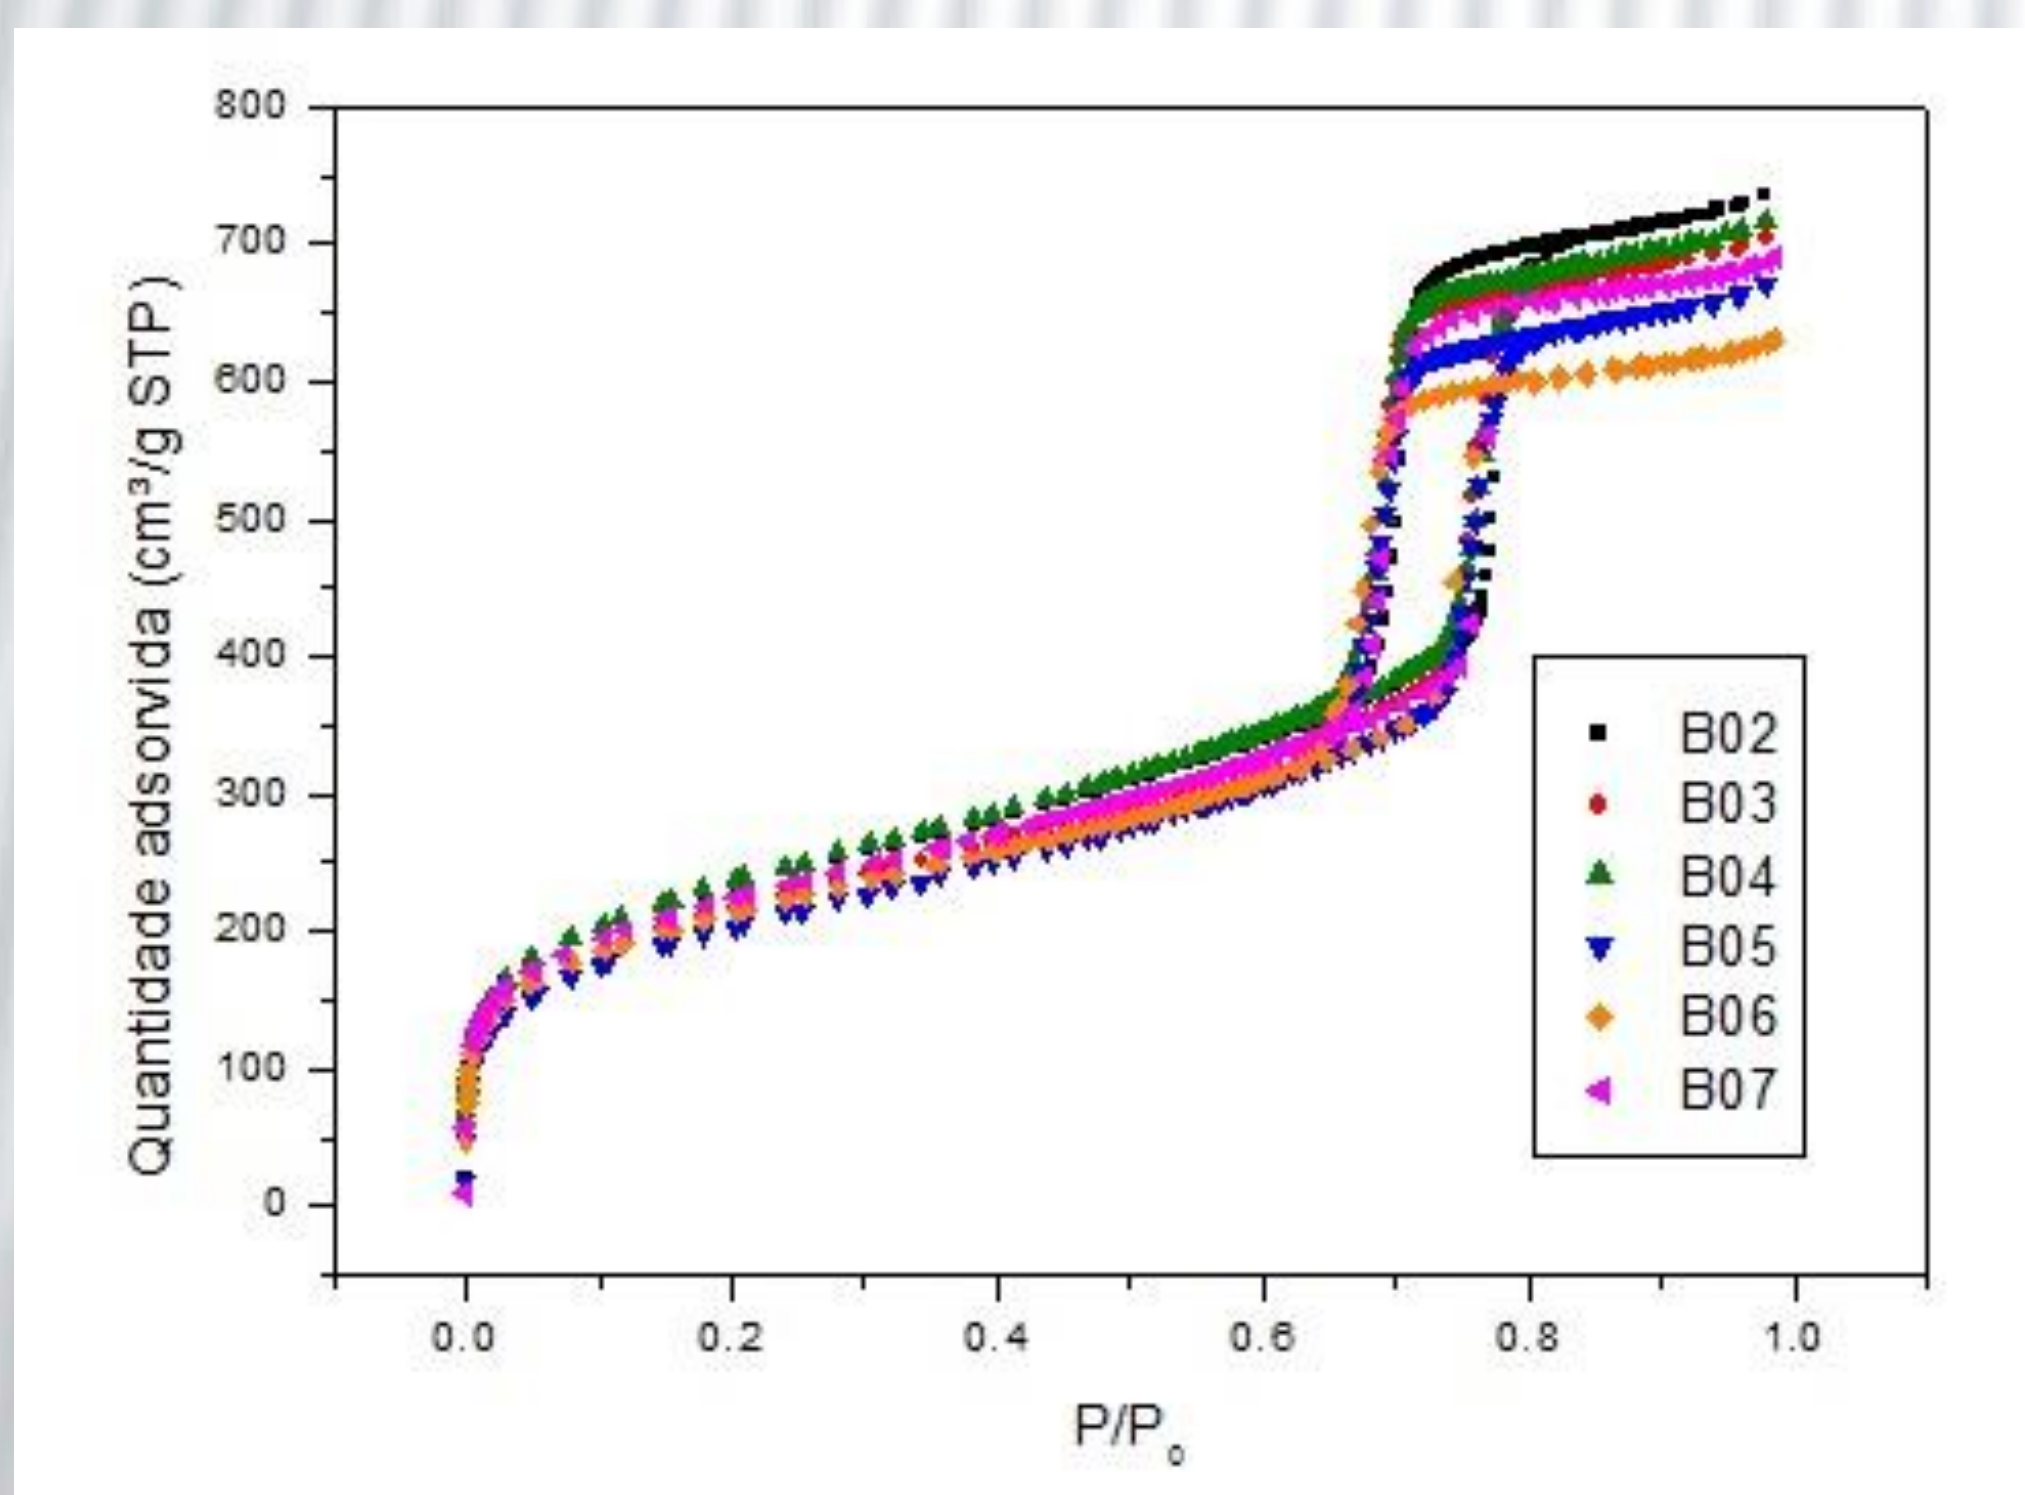

Figura 1. Isotermas de adsorção e dessorção de  $N_2$  das amostras de SBA.
- Na figura 1, as isotermas de adsorção e dessorção de  $N_2$  mostram que todas as amostras sintetizadas possuem poros na região dos mesoporos.